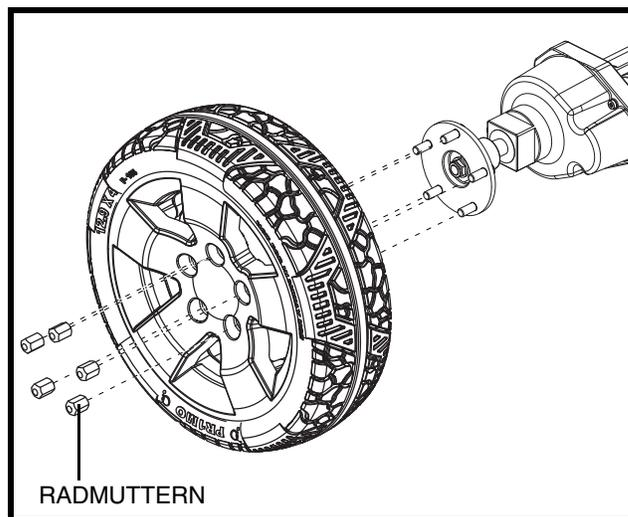

Abb. 20. Vollgummi Reifenradenthebung
3. Die fünf (5) Radmuttern entfernen. **Siehe Abb. 20.**
6. Die fünf (5) Radmuttern wieder installieren und fützieln.